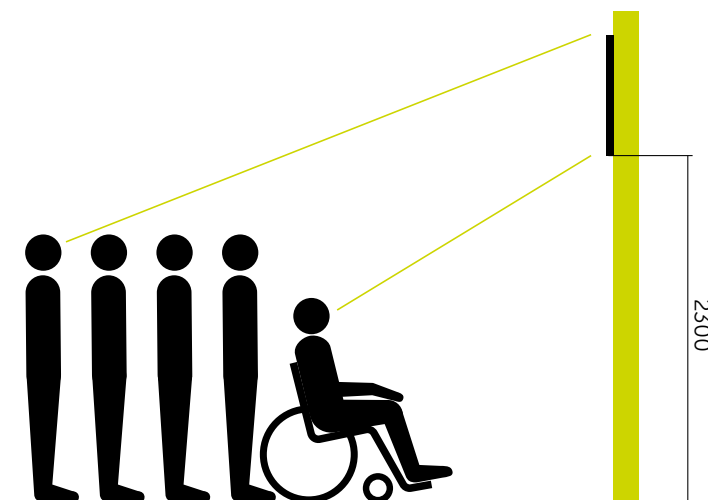

fig 28 Een display, dat van verderaf bekeken wordt, is het best zichtbaar boven de 2300 mm.
- Informatie veraf kan, eventueel over de hoofden van anderen, worden bekeken. Minimale hoogte is 2300 mm. (fig 28)
- Informatieborden voor verderaf en leesbaar voor veel mensen tegelijk bevinden zich minimaal 2300 mm boven de vloer. (fig 28)